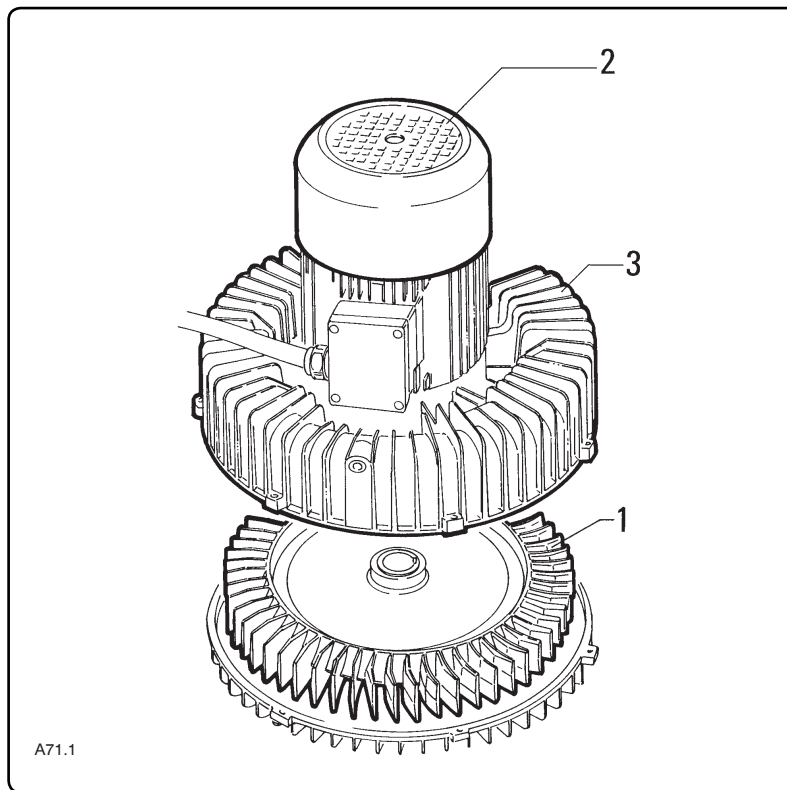

Fig. 7.5.4
7.5.4 - Verificare lo stato della ventola aspirante (fig. 7.5.4)
7.5.4 - Checking the condition of the suction fan (fig. 7.5.4)
7.5.4 - Vérifier l'état du ventilateur aspirant (fig. 7.5.4)
7.5.4 - Controlar el estado del ventilador aspirante (fig. 7.5.4)